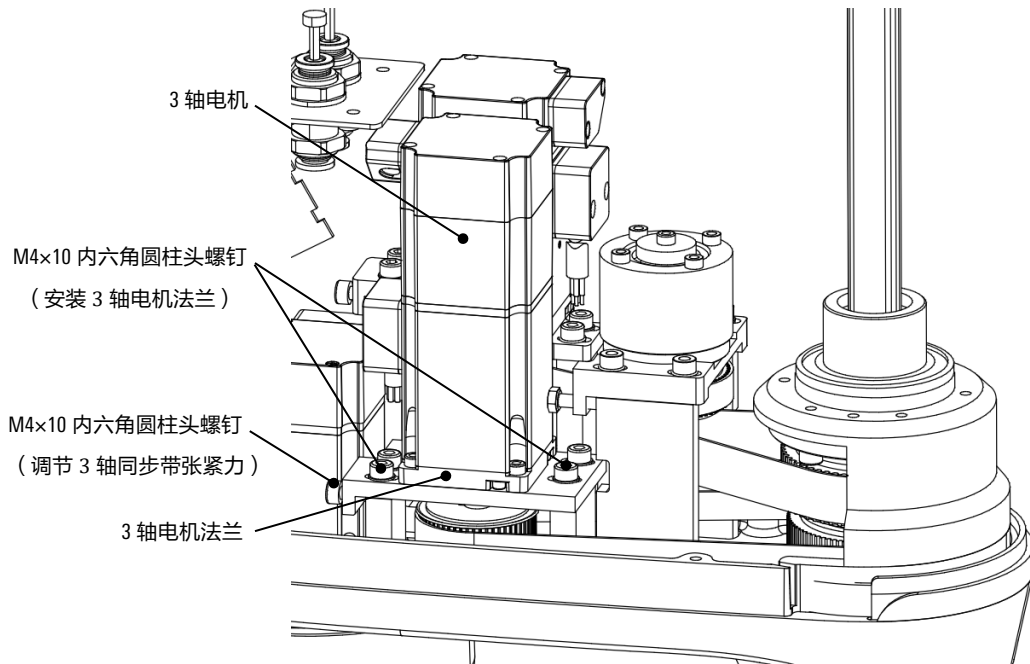

图 8-7 拆卸 3 轴电机法兰示意图
- 步骤3.** 用内六角扳手拆下固定 3 轴电机法兰的 4 个 M4×10 内六角圆柱头螺钉，然后缓慢松动调节 3 轴同步带张紧力的 1 个 M4×10 内六角圆柱头螺钉，将 3 轴电机和 3 轴电机法兰一齐取下，如图 8-7 所示。